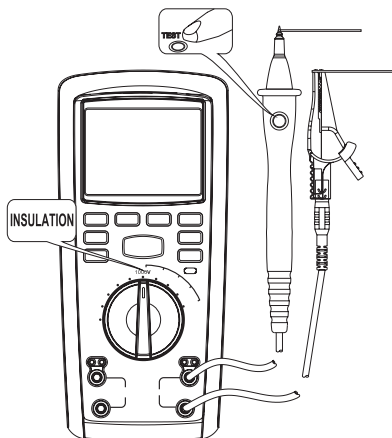

Рис. 7 Измерение сопротивления изоляции
8.6 Измерение сопротивления изоляции (рис. 7)